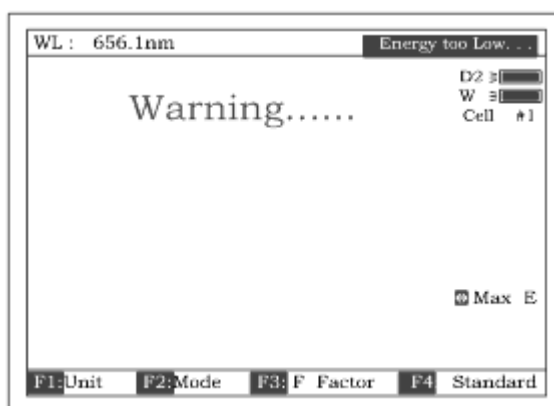

Рисунок 9
**Основные операции (Basic Operations). Установка длины волны, определение Оптической плотности (A) или пропускания(T%)**
**Примечание 1:** Если холостой раствор слишком концентрированный, после записи “Blanking...” на экране появится запись «Energy Low...» (Низкая энергия) (рис.8). При появлении записи “Energy Low...” выполнение анализа приостанавливается. На экране появится запись “Warning...” (Предупреждение) (рис.9).